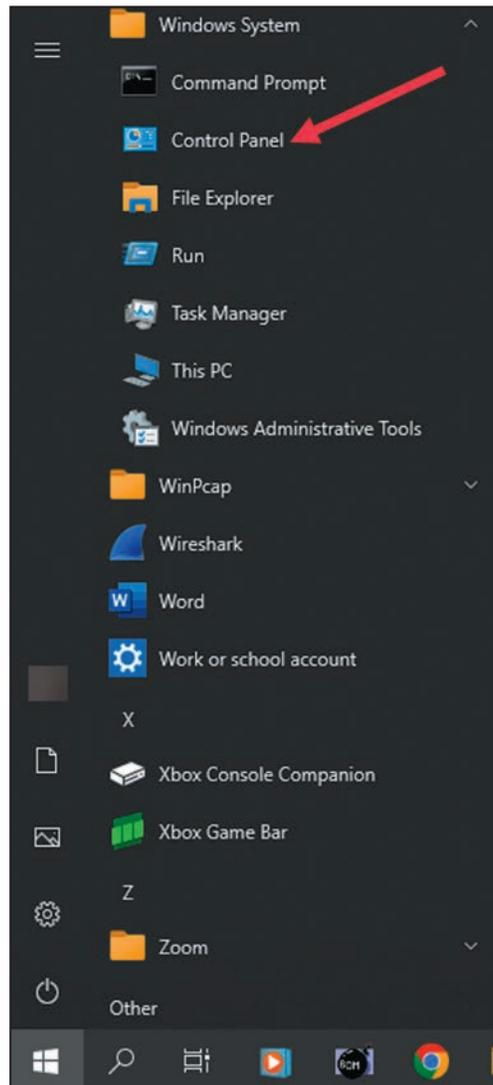

Figura 36. El Menú Inicio de Windows.
- PASO 2.** Haga clic en el botón **Start (Inicio)** y seleccione “Panel de control”. Ver Figura 36.